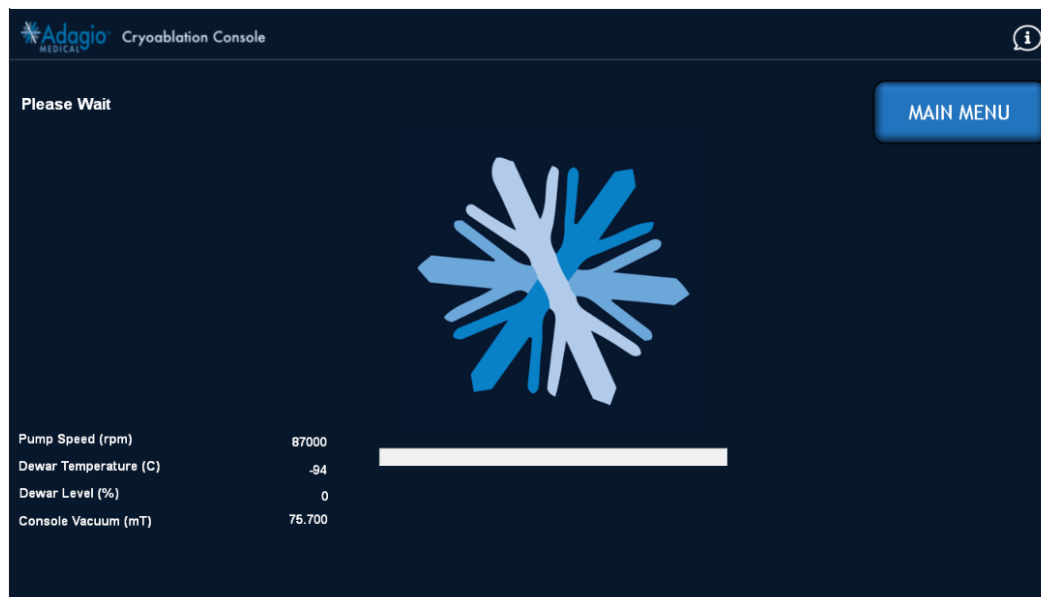

Abbildung 75 – Bildschirmanzeige: Konsolenspülvorgang läuft
6. Zum Nachfüllen von LN2 in den Flüssigstickstofftank in dem in *Abbildung 72* dargestellten Bildschirm auf „REFILL“ (Nachfüllen) drücken. Falls erforderlich, beginnt die Konsole, warmes LN2 aus dem Reservoir zu spülen (*Abbildung 75*).